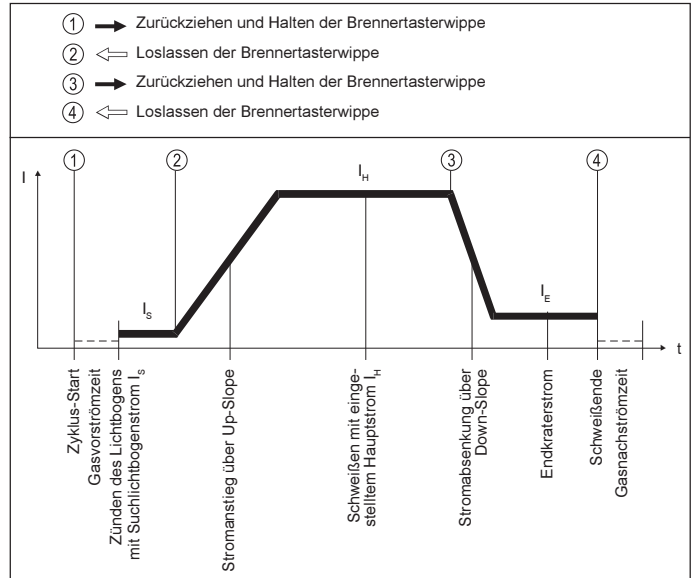

Abb. 4 Funktionsablauf 4-Taktbetrieb - ohne Zwischenabsenkung
⑦ **LED-ANZEIGE FÜR 4-TAKTBETRIEB**
**Funktionsablauf** (Abb.4):
- LED-Anzeige ⑨ leuchtet
- Strom steigt mit eingestellter Zeit (Up-Slope) bis zum Wert des eingestellten Hauptstromes  $I_H$  (Regler ⑮) an.
- LED-Anzeige ⑩ leuchtet
- Schweißstrom sinkt mit der eingestellten Zeit (Down-Slope, Regler ⑮) bis zum Wert des eingestellten Endkraterstromes  $I_E$  ab (Regler ⑮, Endkraterfüllung)
- LED ⑫ leuchtet